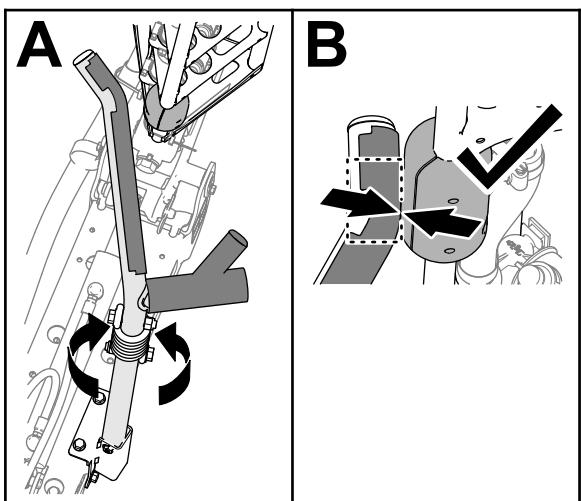

Figure 117
4. Tournez le berceau jusqu'à ce que le coude du tube soit en face du bloc coulissant sur le tube supérieur de la rampe extérieure (Figure 117).
Remarque: Les blocs doivent toucher le berceau au niveau du coude du tube supérieur (Figure 117).